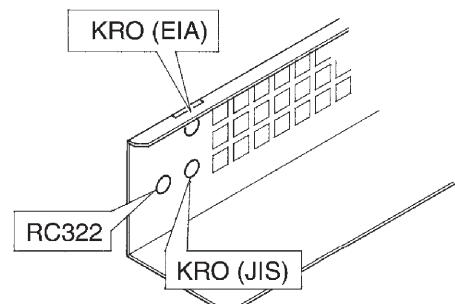

Fig.1
- RC322形とKROシリーズでは、取り付け穴の位置が異なります。(Fig.1 参照)
- RC322 type and KRO series racks differ in the position of mounting holes (see Fig.1.)